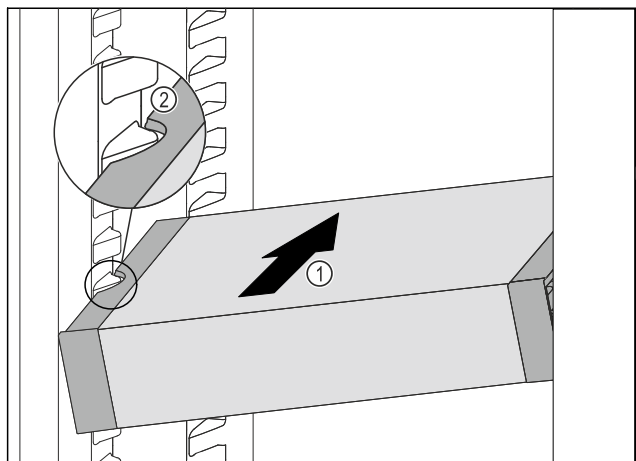

Fig. 127
- ▶ A VarioSafe fiókot ferdén tolja be a hűtőrészbe Fig. 127 (1) annyira, hogy a VarioSafe oldalsó kivágásai Fig. 127 (2) a hűtőrészben a tartóborda magasságában legyenek.